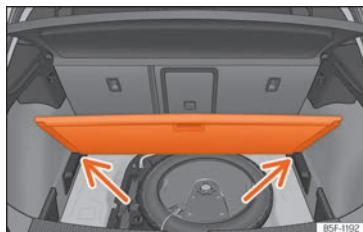

Fig. 117 Plancher de coffre à bagages modulaire : position inclinée.
- Appuyez le plancher contre les logements prévus à cet effet » » fig. 117 (flèches).